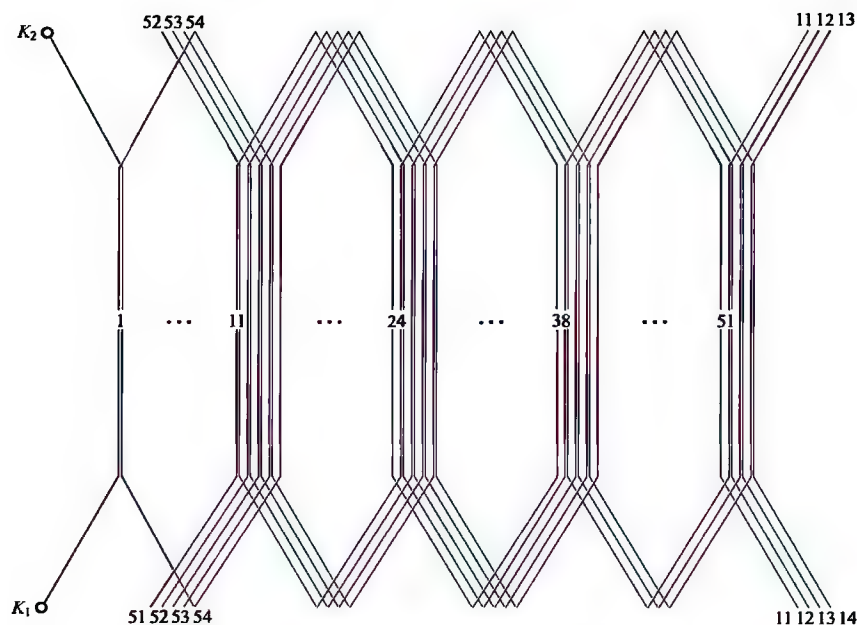

图 3-2 4 极 54 槽换位双层波绕组展开图
2. 4 极 54 槽换位双层波绕组展开图 (见图 3-2)